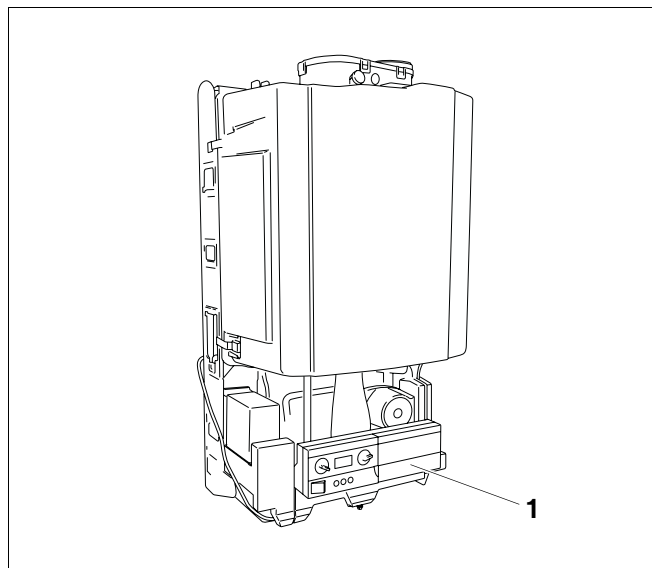

Bild 16 Bedieneinheit RC30 montieren
- Blende (→ Bild 16, [1]) rechts neben dem Basiscontroller BC10 entfernen.